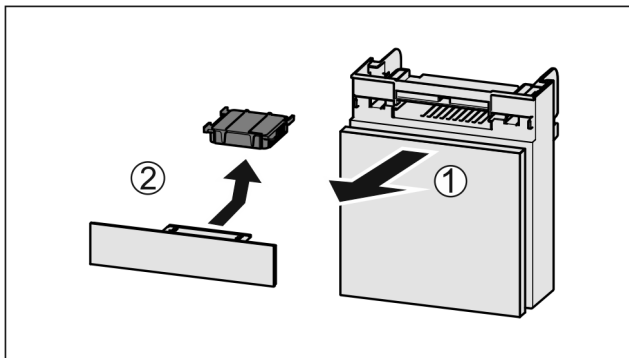

Fig. 108
- ▶ Lade vanaf de voorkant eruit trekken Fig. 108 (1).
- ▶ Actiefkoolfilter verwijderen Fig. 108 (2).